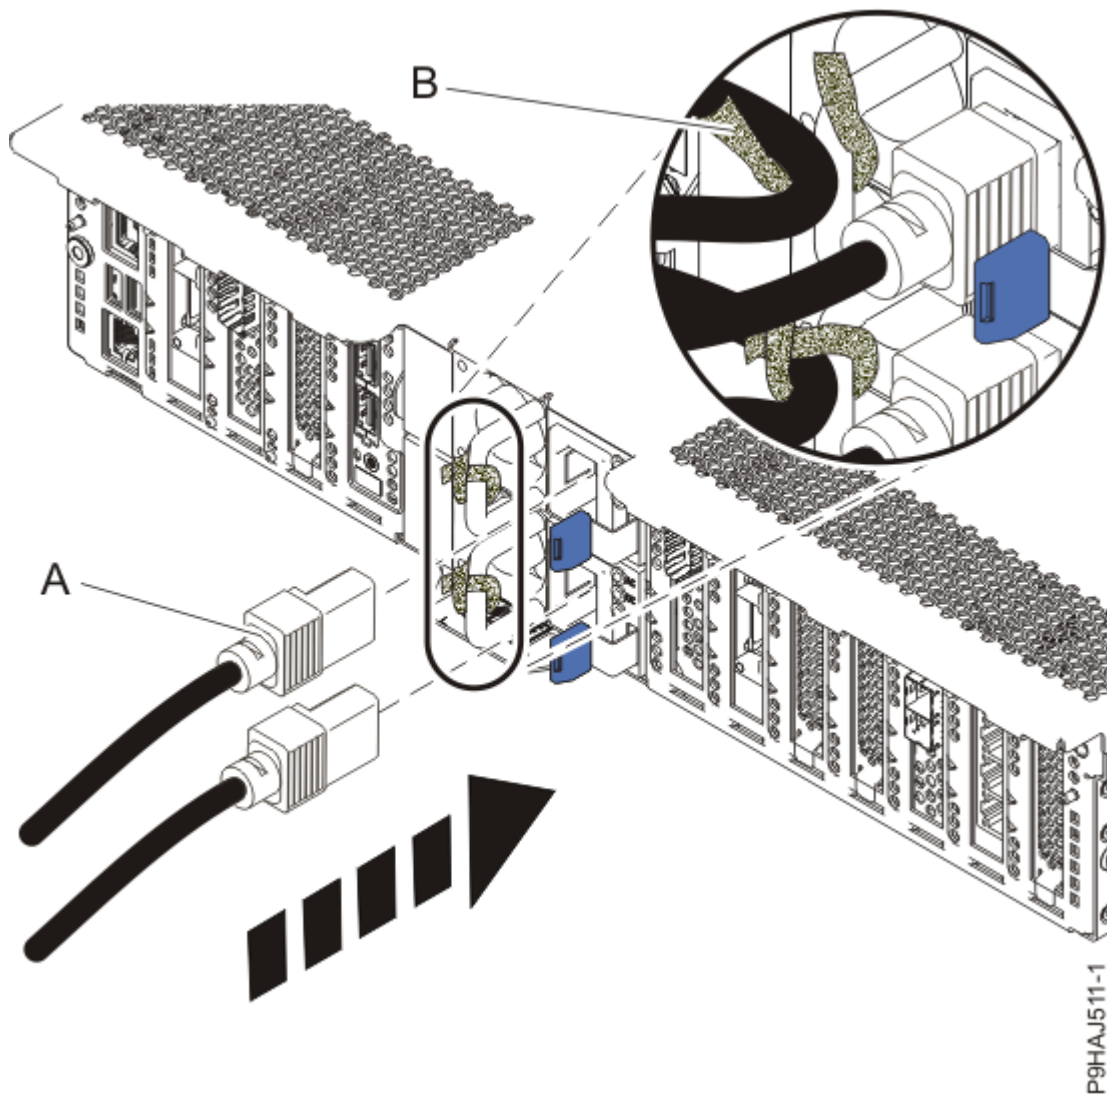

Abbildung 14. Netzkabel anschließen
8. Schließen Sie die Netzkabel **(A)** mithilfe Ihrer Beschriftungen wieder an die Systemeinheit an. Befestigen Sie die Netzkabel mithilfe der Klettverschlüsse **(B)** am System (siehe Abbildung 14 auf Seite 21).